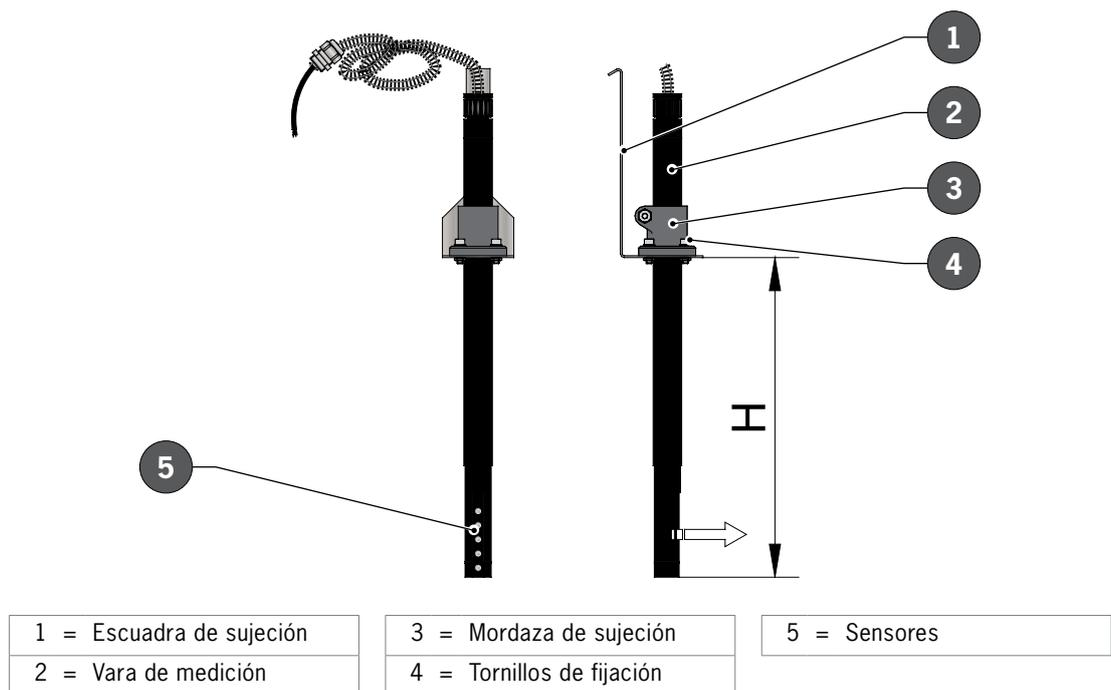

Fig. 3: Vara de medición y soporte
PRECAUCIÓN Cuando se ensamblan, los sensores debe apuntar en la dirección opuesta  a la escuadra de sujeción (1),  fig. 3)
- Deslizar sensor (1) junto con la mordaza de sujeción montada de fábrica (2) a través del orificio (3) de la escuadra de sujeción (4).
- Colocar la mordaza de sujeción (1) de manera adecuada sobre las tuercas (5) soldadas a la escuadra de sujeción (4) y fijar por medio de tornillos (2, M 6 x 20) y las arandelas (3) suministrados.
- Retirar el tornillo (1) de la mordaza de sujeción (2), ajustar la vara de medición (3) hasta la cota H,  fig. 3, y volver a apretar el tornillo (1).